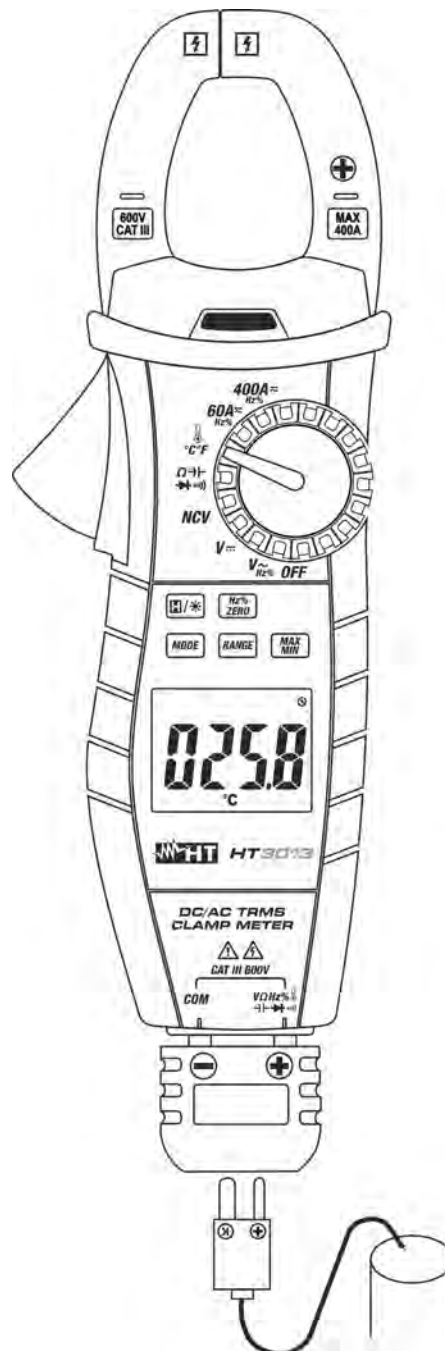

Fig. 10 : Utilisation de l'instrument pour mesure de température
3. Insérer la sonde à fil de type K de dotation dans les bornes d'entrée et **COM** par l'adaptateur correspondant, en respectant la polarité montrée en Fig. 10. La valeur de température apparaît à l'écran.